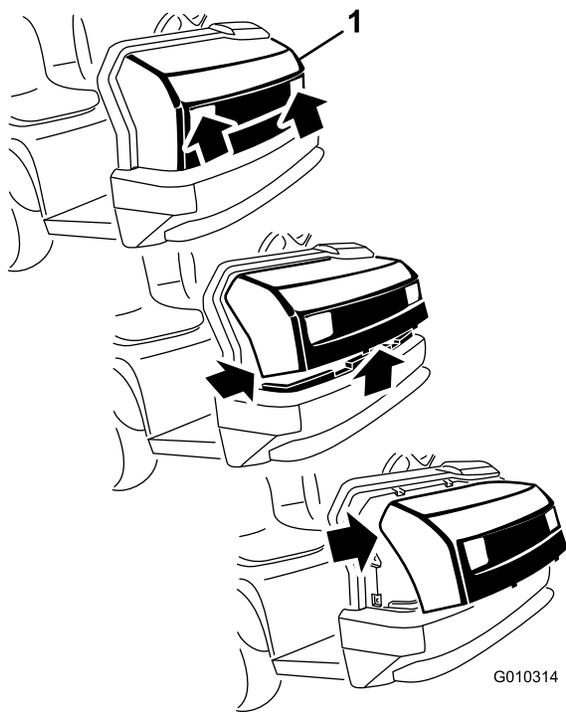

Figura 10
1. Afferrate il cofano dalle aperture dei fari, sollevatelo per sganciare le linguette di montaggio inferiori dalle fessure del telaio (Figura 10).
2. Ruotate verso l'alto la parte inferiore del cofano in modo da estrarre le linguette di montaggio superiori dalle fessure del telaio (Figura 10).
3. Ruotate in avanti la parte superiore del cofano e staccate i connettori a filo dai fari (Figura 10).